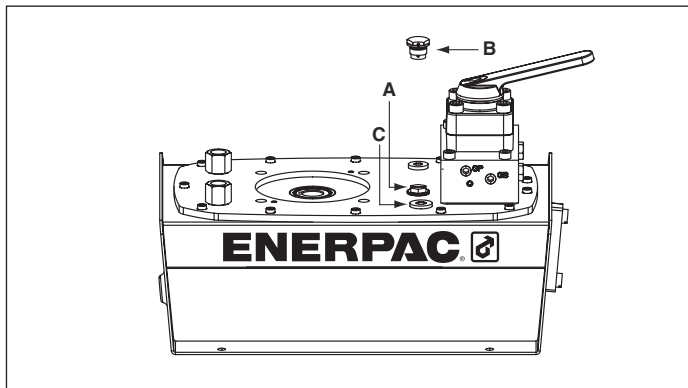
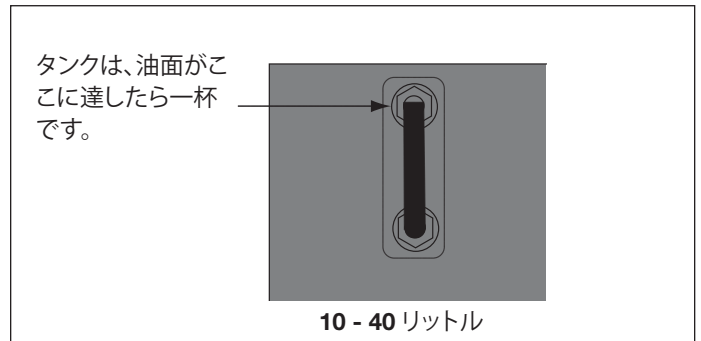

図2、ZGブリーザの取り付け
図4
4.1 タンクのブリーザキャップ(図2を参照)
始動前にオイルレベルを確認し、必要であればカバープレートからSAE #10プラグを外してオイルを追加します(図2参照)。オイルレベルがガラスボルトの覗き穴の一番上に達したら一杯です。(図4)
始動前にポンプのオイルレベルを確認し、必要であればポートキャップを外してオイルを追加します。オイルタンクにオイルを追加する前に、シリンダが完全に後退していることを常に確認してください。図2を参照
6. オイルタンクに新しいEnerpac油圧油を注入します。タンクは、オイルレベルが覗き穴の中央に達したら一杯です(図4参照)